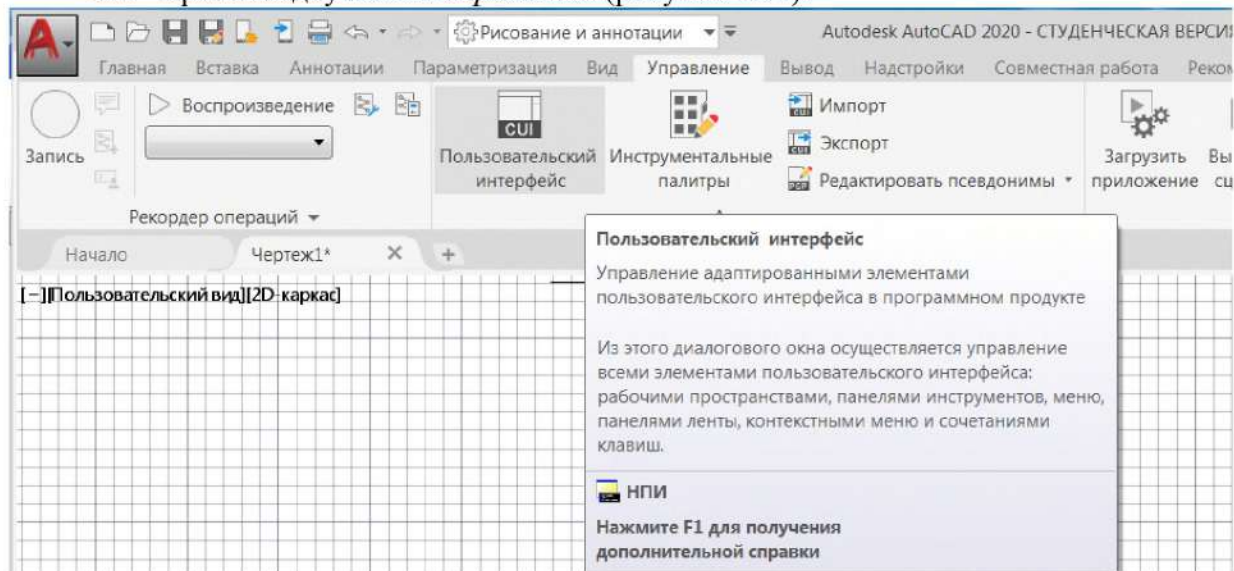

Рисунок 1.31. Переход на панель УАЭПИ через вкладку ленты Управление
3.1. Через вкладку ленты *Управление* (рисунок 1.31).